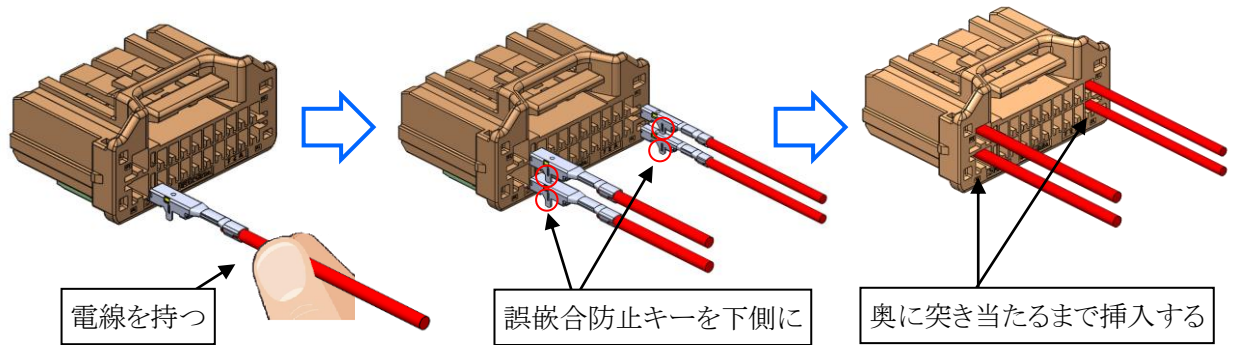

図 23.端子挿入方向: FEMALE HOUSING
- ①端子が正しく圧着されているか、傷・変形・異物の付着が無いかを確認して下さい。
- ②図 23 に示す様に端子挿入時は電線をもって挿入して下さい。
- ③図 23 に示す向きで該当するメスハウジングのコアホールに突き当たるまで挿入して下さい。
- ④端子挿入後は、電線を軽く手前に引き、係止されているかを確認して下さい。